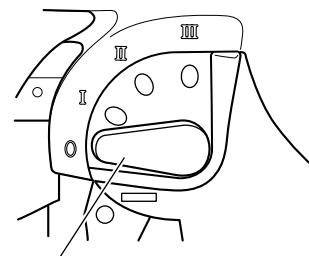

Fig. 11
- (1) Esta sierra caladora emplea el funcionamiento orbital que mueve la cuchilla hacia adelante y atrás, y también hacia arriba y abajo. Poner la perilla de cambio, mostrada en la Fig. 11, en "0" para minimizar el funcionamiento orbital (la cuchilla se mueve hacia arriba y hacia abajo). El funcionamiento orbital puede seleccionarse en 4 pasos, desde "0" a "III".
- (2) Para materiales duros como por ejemplo, chapas de acero, etc., disminuir el funcionamiento orbital. Para materiales blandos como por ejemplo, madera, plásticos, etc., aumentar el funcionamiento orbital para incrementar la eficiencia de trabajo. Para cortar el material de forma precisa, disminuir el funcionamiento orbital.